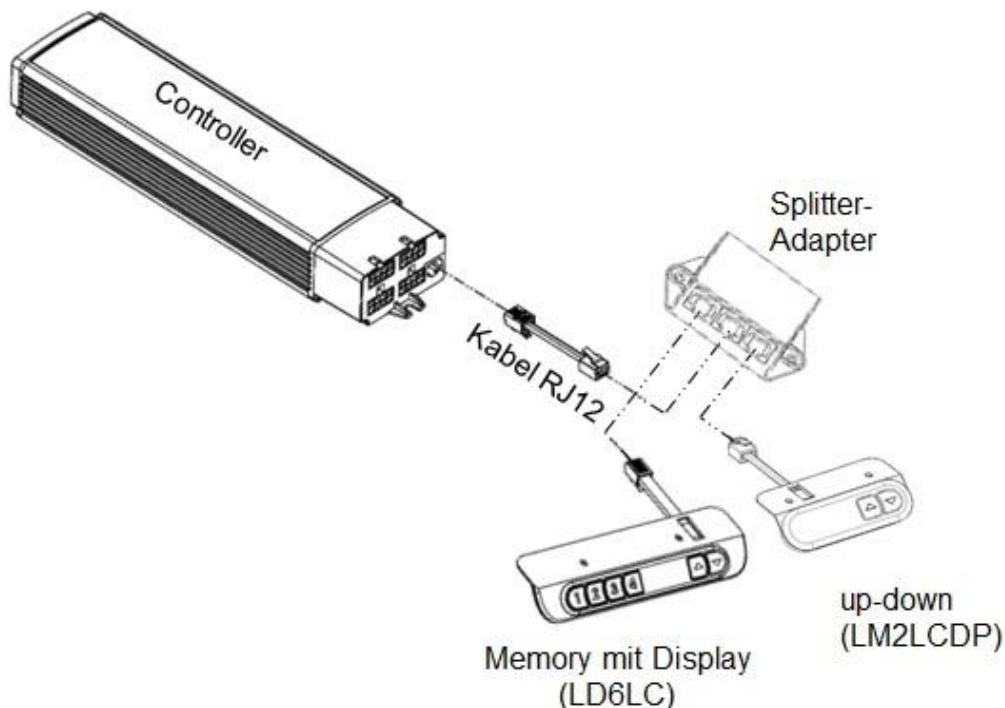

Abbildung 28: Kontaktierung beider Handschalter an einer Steuerung mit Splitter Adapter
- ➔ Der Aufbau zur parallelen Bedienung der beiden Handschalter mit dem Splitter Adapter an einer Steuerung ist in der Abbildung 28 dargestellt.